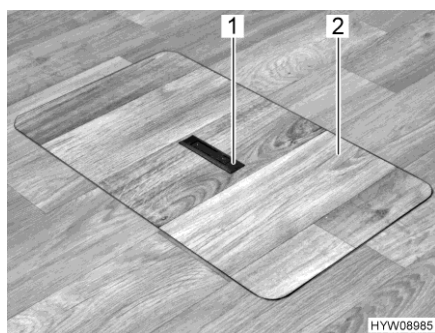
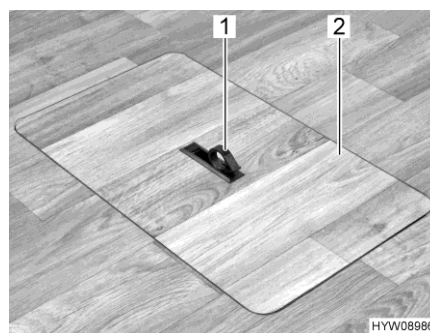

Fig. 53 Couvercle compartiment de rangement sous le plancher (poignée encastrée)
Fig. 54 Couvercle compartiment de rangement sous le plancher (poignée pivotée vers l'extérieur)
- Pousser la plaque de la poignée (Fig. 53,1) vers le bas d'un côté. La poignée (Fig. 54,1) pivote vers le haut.
- Retirer le couvercle (Fig. 54,2) par le haut.
- Mettre le couvercle (Fig. 54,2) en place dans le cadre découpé dans le plancher.